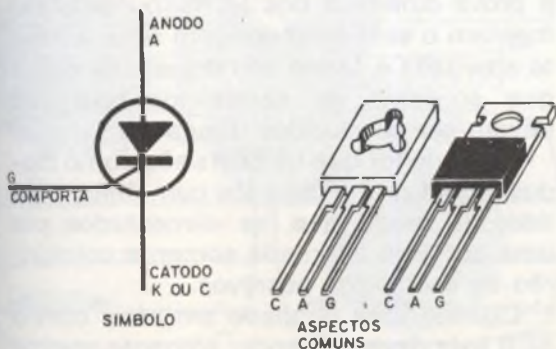

Figura 1
Na figura 1 temos o símbolo de um SCR em que são destacados seus 3 elementos: o anodo (A), o catodo (C ou K), e a comporta (G).